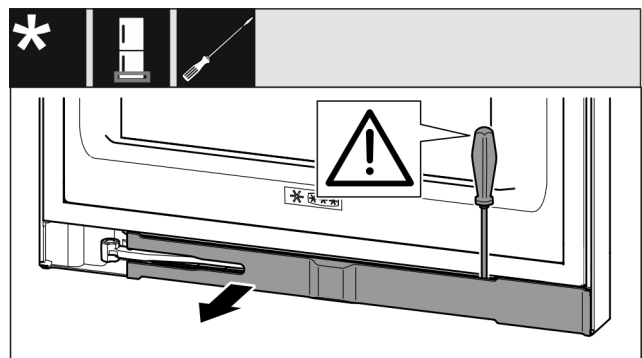

Fig. 16
- ▶ Blende mit Schlitzschraubendreher ausrasten und zur Seite schwenken. (siehe Fig. 16)